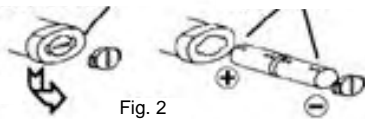

Fig. 2
1. Remove the battery compartment door located on the bottom of the instrument by as shown below. Install batteries, Positive Polarity towards the unit (See figure 2).
1. Zum Einsetzen der Batterien den Verschluss des Batteriefachs unten am Gerät wie gezeigt herauschieben, und Batterien einlegen. Der positive Pol muss rückwärts, gegen Verschluss, zeigen. (siehe Abb. 2).